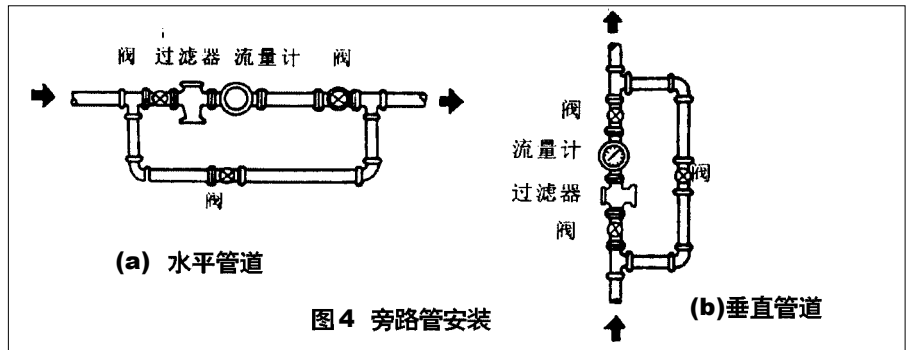

图 4 旁路管安装
4. 不论管路是垂直还是水平安装, 应使流量计内的椭圆齿轮轴处于水平位置。流量计处一般应增设旁路, 见图 4。